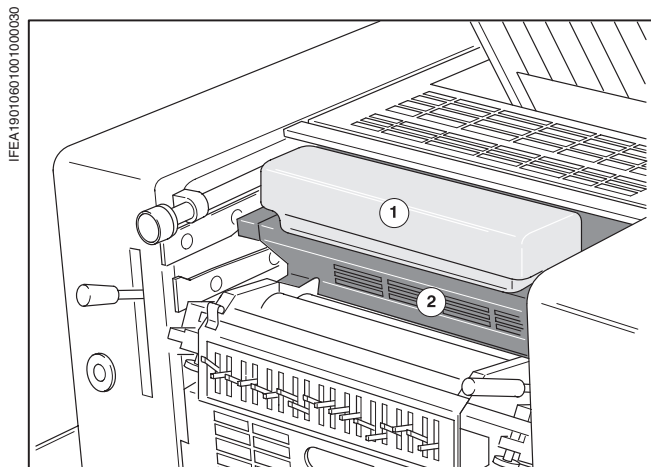

Рис. 6 Емкость для увлажняющего раствора - ПС 1
- ❶ Снять емкость для увлажняющего раствора (Рис. 6/❶).
- ❷ Открыть защитное ограждение над аппаратом увлажнения (Рис. 6/❷).